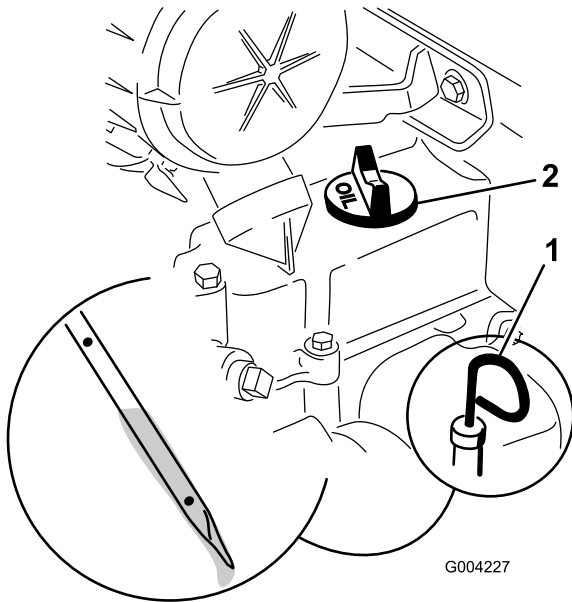

Figura 15
2. Retire la varilla y límpiela con un paño limpio (Figura 15).
3. Introduzca la varilla en el tubo asegurándose de que entre a fondo (Figura 15).
4. Retire la varilla y compruebe el nivel de aceite (Figura 15).
5. Si el nivel de aceite es bajo, retire el tapón de llenado (Figura 15) y añada suficiente aceite para elevar el nivel a la marca Lleno de la varilla.
6. Coloque la varilla firmemente (Figura 15).